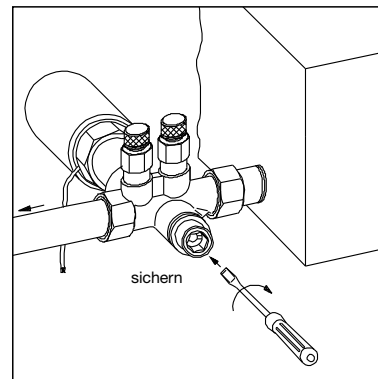

Bild 2
4. Zuletzt Hohlschraube mit Schraubendreher durch Rechtsdrehen bis zum Anschlag schrauben (Bild 2).
Wichtig: Bei nachträglicher Veränderung der Voreinstellung sollte erst mit dem Schraubendreher (Bild 2) durch kurze Linksdrehung die Hohlschraube gelöst werden. Dann Änderung der Voreinstellung mit dem Sechskantschlüssel SW 4.